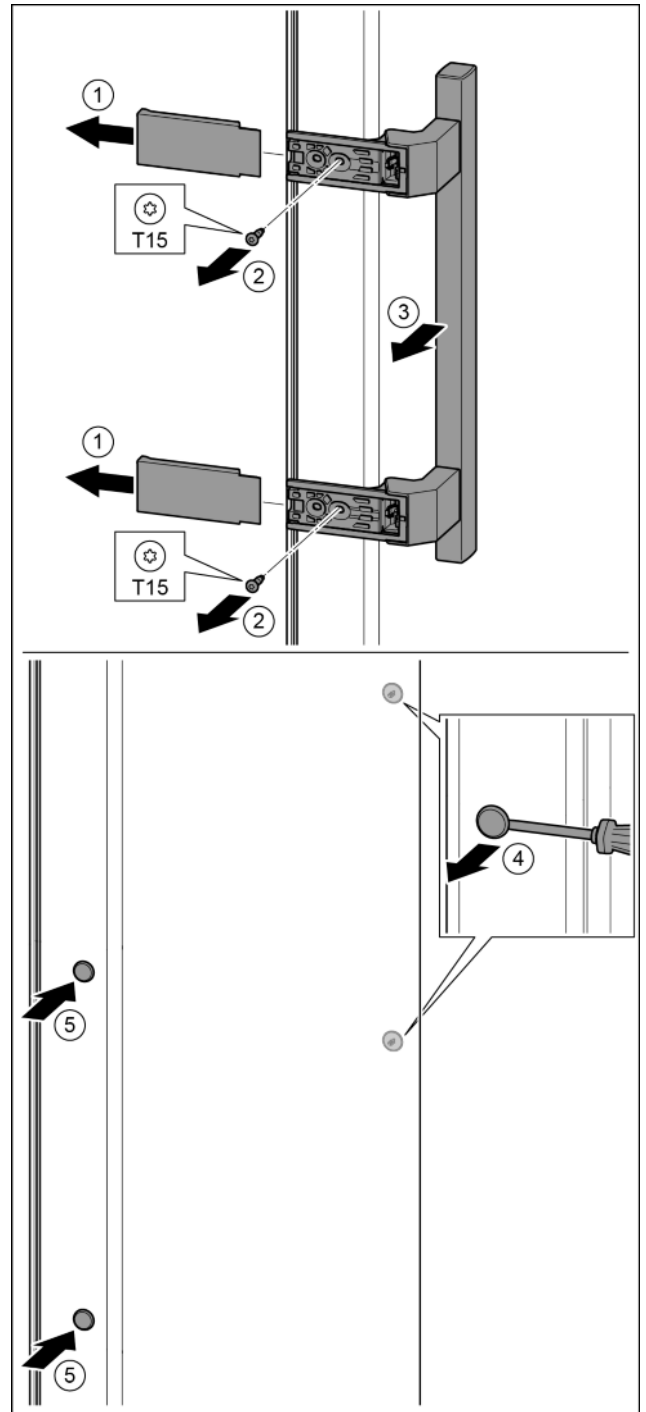

Fig. 31
- ▶ Abdeckung abziehen. *Fig. 31 (1)*
- ▶ Schrauben mit Schraubendreher T15 herausdrehen. *Fig. 31 (2)*
- ▶ Griff abnehmen. *Fig. 31 (3)*
- ▶ Seitlichen Stopfen vorsichtig mit einem Schlitzschraubendreher anheben und herausziehen. *Fig. 31 (4)*
- ▶ Stopfen auf der anderen Seite wieder einsetzen. *Fig. 31 (5)*